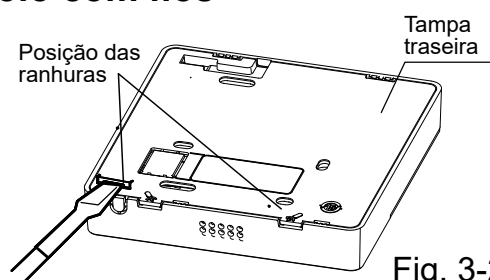

Fig. 3-2
- Inserir uma chave de fendas plana nas ranhuras da parte inferior do controlo com fios (2 lugares), e retirar a parte superior do controlo com fios (Fig. 3-2)